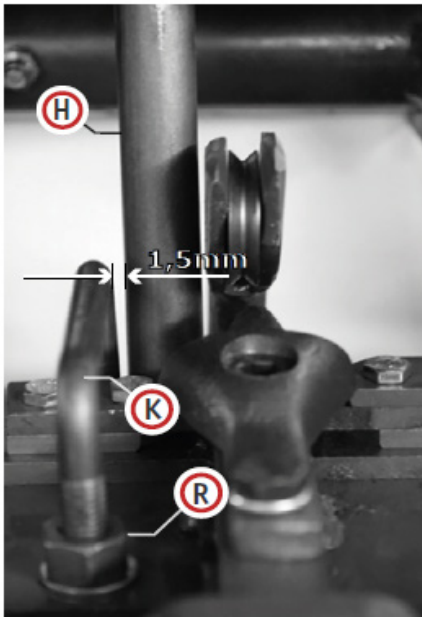
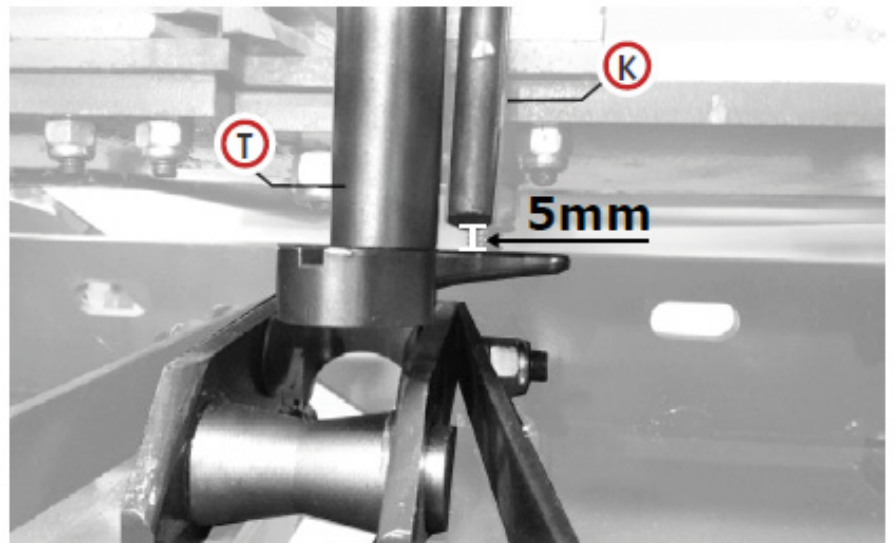

Fig.30
Fig.31
La varilla del anudador (K) (Fig. 30) está correctamente ajustada cuando está a 1,5 mm del eje (H) y su extremo está a 5 mm del torcedor (Fig. 31). Puede regularla usando la tuerca apropiada (R) y su tuerca de seguridad.